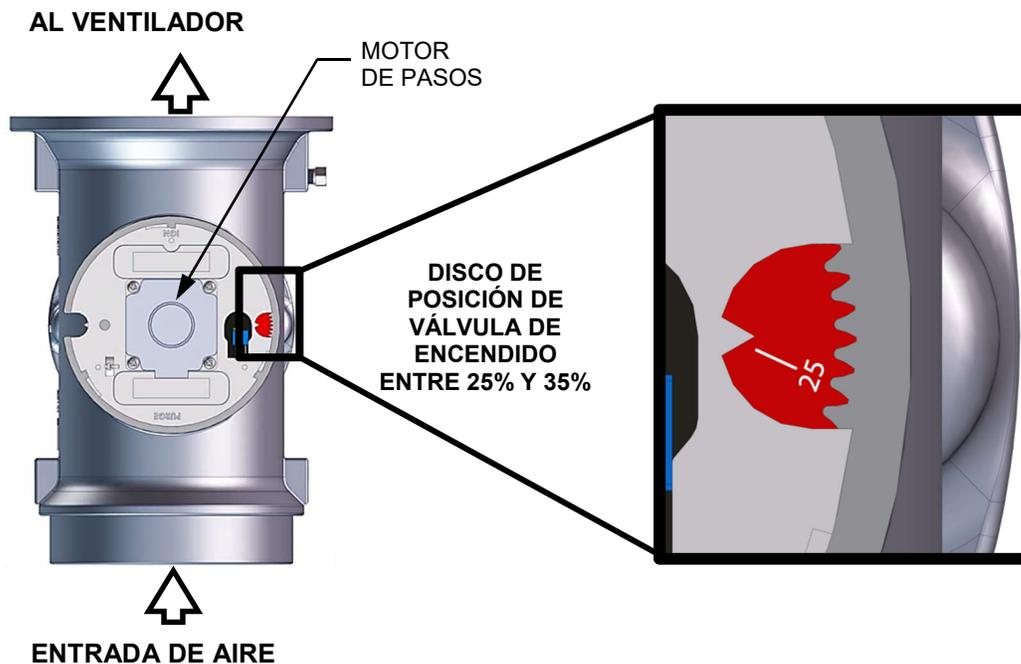

Figura 3-4: Válvula de aire-combustible en posición de encendido
- a) La válvula de aire-combustible rota a la posición de flama baja (Posición de Encendido) y cierra el interruptor de encendido. El disco de la válvula de aire-combustible (Figura 3-4) marcará entre **25 y 35** para indicar que la válvula está en la